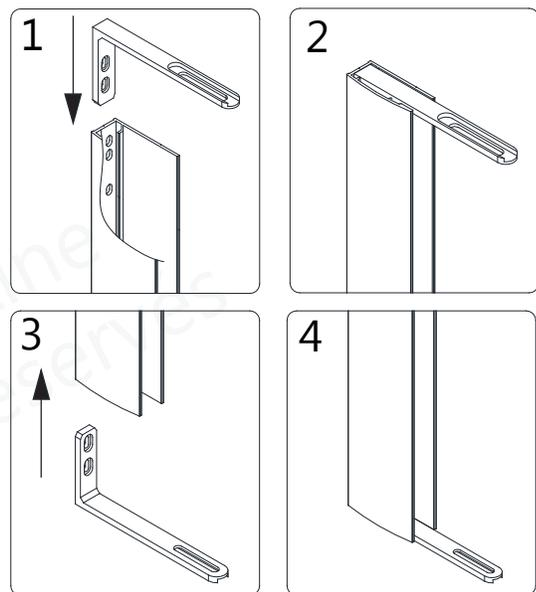

Fig 2
2. Séparez les **Supports de Pivot (N° 08)** des **Systèmes de Pivot (N° 07)** en retirant le **Boulon à Tête Ronde M6×12 (N° 17)**. Insérez les **Supports de Pivot (N° 08)** aux deux extrémités du **Profilé Mural (N° 01)** côté-pivot. (**Fig 2**)